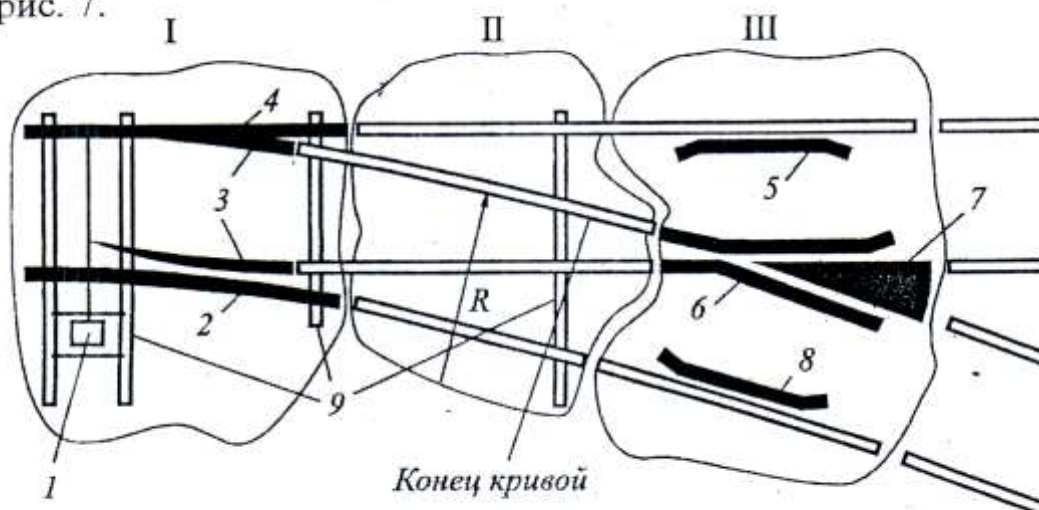

Рис.7. Обыкновенный стрелочный перевод
3.3. Схема обыкновенного стрелочного перевода приведена на рис. 7.